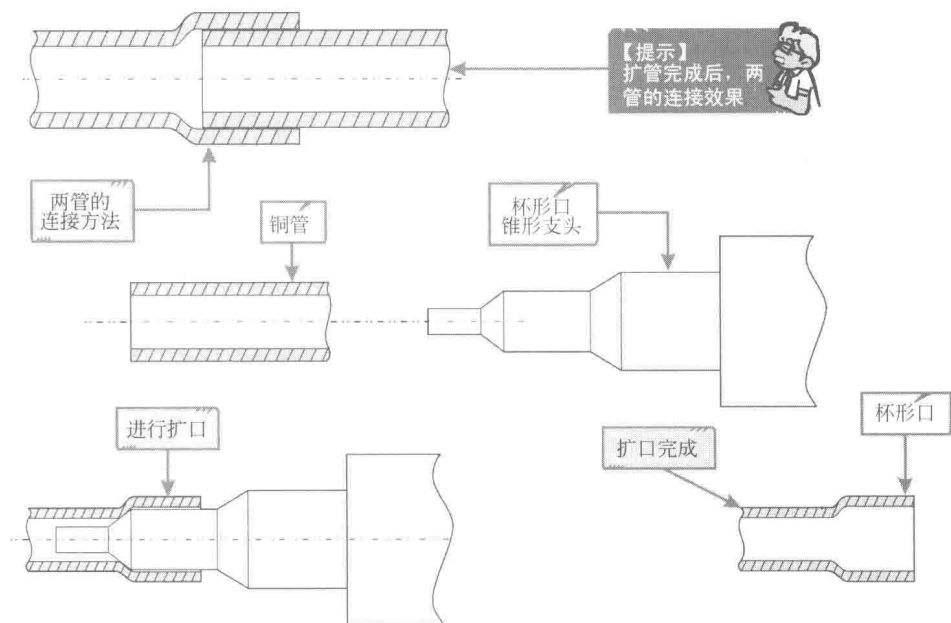

图 1-8 扩杯形口的操作方法示意图
① 扩杯形口的操作方法 对管路进行扩杯形口操作时，可参照图 1-8 所示的示意图进行操作。